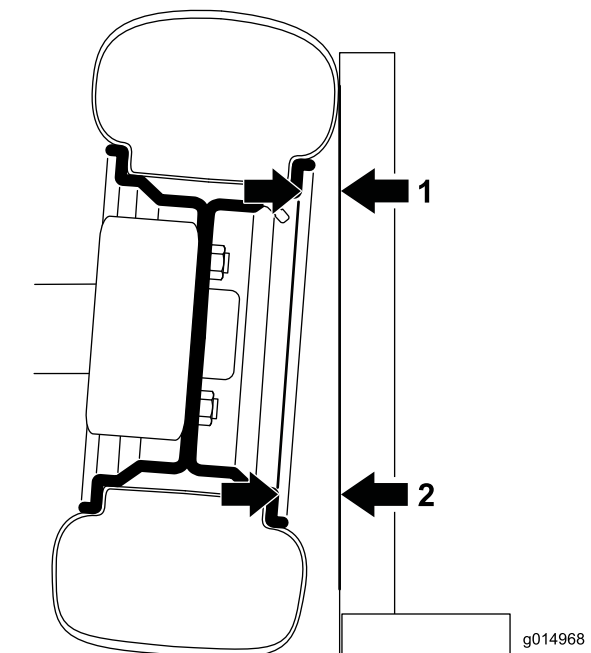

Рисунок 42
- Чтобы проверить угол развала, установите 90-градусный угольник на полу таким образом, чтобы вертикальная грань касалась лицевой поверхности шины (Рисунок 42).
- Измерьте от той же части обода в верхней и нижней частях шины до угольника (Рисунок 42).